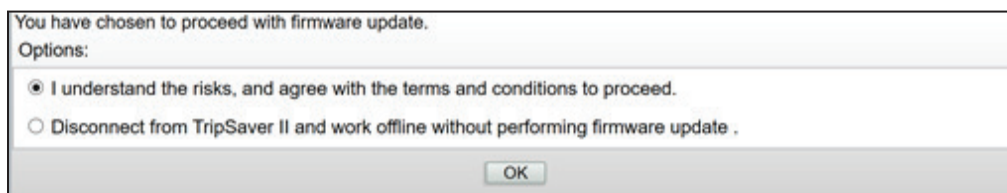

Figura 3. Caixa de diálogo de Termos e Condições da atualização de firmware.
PASSO 7. Uma segunda caixa de diálogo é aberta, confirmando que o usuário optou por continuar com a atualização do firmware. Ver Figura 3. Há duas opções. Na primeira opção o usuário aceita os riscos e concorda com os termos e condições para prosseguir. Na segunda opção o usuário pode desconectar o TripSaver II e trabalhar offline sem realizar a atualização de firmware. Para prosseguir, marque a primeira opção e clique em **OK**. Para abortar a atualização de firmware, selecione a segunda opção e clique em **OK**.